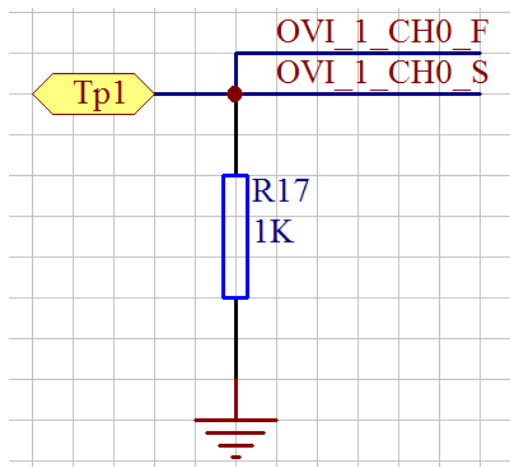

图 1.1 OVI 测试线路图
(1) 示例线路如下图 1.1 。
如上图 1.1 ，将 1K 欧姆的电阻一端接地，一端接 OVI 的 0 通道，OVI 加电压测试流过电阻的电流（加电流测电压亦可），再根据欧姆定律算出阻值，接近 1K 欧姆。